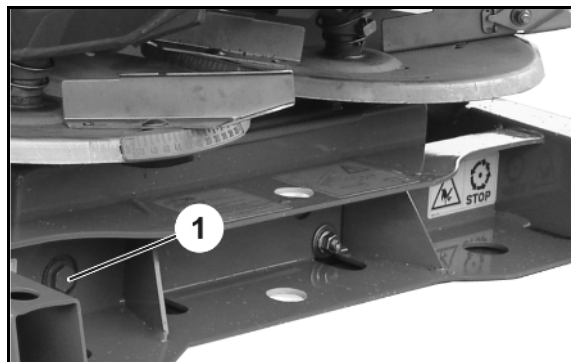

図 98
2. ばね (図 98/1) はナット (図 98/2) を緩めることで負荷を減らします。